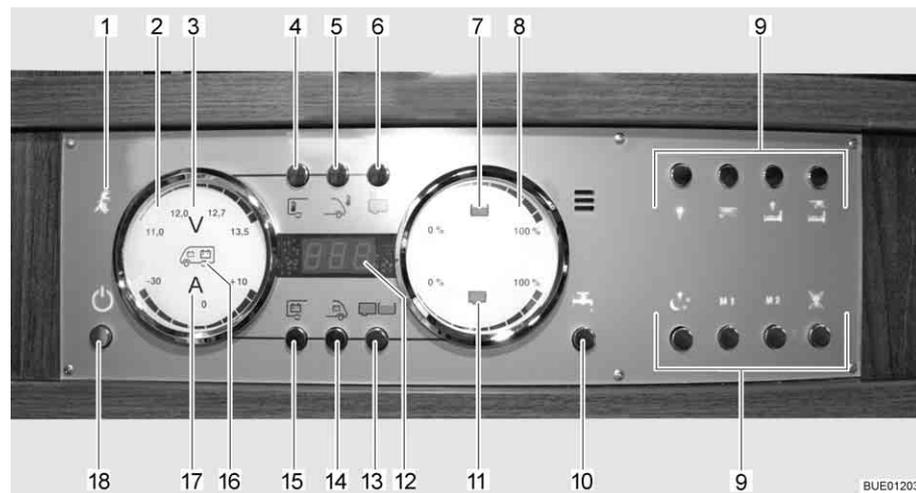

Fig. 134 Panel LT 510
Se enciende la luz de control de 230 V (Fig. 134,1) cuando hay tensión de red en la entrada del bloque eléctrico.
El interruptor principal de 12 V (Fig. 134,18) conecta y desconecta el panel y la alimentación de 12 V del habitáculo.
- Pulsar la tecla de la alimentación de 12 V (Fig. 134,18) brevemente. La alimentación de 12 V del habitáculo está conectada. La visualización de control "12 V" está encendida.
- ▷ En caso de que después de la conexión parpadeen tanto el LED "11,0" de la visualización de voltios así como el símbolo Voltios "V" (Fig. 134,3) en el instrumento indicador Baterías (Fig. 134,2), será demasiado baja la tensión de la batería del habitáculo. Cargar la batería.
- ▷ En caso de que después de la conexión parpadeen tres veces la visualización de control 12 V y el símbolo Voltios V (Fig. 134,3), estará activada la separación de batería. Desactivar la separación de batería.
- Pulsar la tecla de la alimentación de 12 V (Fig. 134,18) brevemente. La alimentación de 12 V del habitáculo está desconectada. La visualización de control "Alimentación de 12 V" se apagará.
- Pulsar la tecla Batería del habitáculo (Fig. 134,15) y mantenerla pulsada aprox. 10 segundos. El símbolo Voltios "V" (Fig. 134,3) y la visualización de control "12 V" parpadearán tres veces. La batería del habitáculo está separada de la red de a bordo de 12 V.
- Pulsar la tecla de la alimentación de 12 V (Fig. 134,18) y mantenerla pulsada aprox. 5 segundos. El símbolo Voltios "V" (Fig. 134,3) y la visualización de control "12 V" parpadearán tres veces. La batería del habitáculo está conectada a la red de a bordo de 12 V. La visualización de control estará encendida durante aprox. 5 segundos.
- Pulsar la tecla Batería del habitáculo (Fig. 134,15). El símbolo Voltios "V" (Fig. 134,3) estará encendido. Según la carga o la descarga, el símbolo Amperios "A" (Fig. 134,17) estará encendido de color blanco o bien rojo. La tensión de la batería y la corriente de la batería del habitáculo son visualizadas a través de LEDs en el instrumento indicador.
- Pulsar la tecla Batería del motor de arranque (Fig. 134,14). El símbolo Voltios "V" (Fig. 134,3) estará encendido. La tensión de la batería del motor de arranque es visualizada a través de LEDs en el instrumento indicador.
- Pulsar la tecla Depósitos (Fig. 134,13). Los símbolos Depósito de agua (Fig. 134,7) y Depósito de aguas residuales (Fig. 134,11) estarán encendidos. Los niveles de llenado del depósito de agua (escala superior) y del depósito de aguas residuales (escala inferior) serán visualizados a través de LEDs en el instrumento indicador.
| El símbolo Voltios "V" (Fig. 134,3) y el LED "11,0" parpadearán al consultar los valores para la batería del habitáculo                   | La tensión de la batería ha caído abajo de 11 V. Amenaza descarga completa | Desconectar todos los consumidores de 12 V y cargar la batería, sea viajando o bien mediante la conexión a una alimentación de 230 V |
| El símbolo Voltios "V" (Fig. 134,3) parpadeará estando desconectada la alimentación de 12 V   | La alimentación de 12 V ya no podrá conectarse                             | Desconectar todos los consumidores de 12 V y cargar la batería, sea viajando o bien mediante la conexión a una alimentación de 230 V |
| El símbolo Voltios "V" (Fig. 134,3) y los LEDs "11,0" y "12,0" parpadearán al consultar los valores para la batería del motor de arranque | La tensión de la batería ha caído abajo de 11 V. Amenaza descarga completa | Desconectar todos los consumidores de 12 V y cargar la batería, sea viajando o bien mediante la conexión a una alimentación de 230 V |